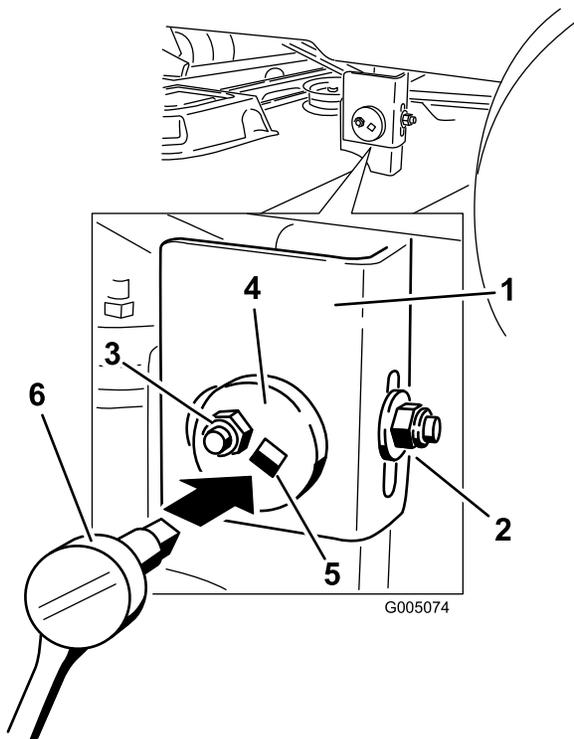

Figure 42
7. Du côté gauche de la machine, desserrez sans le retirer, l'écrou de blocage arrière sur le support (Figure 42).
8. Desserrez l'écrou de blocage latéral sur le support jusqu'à ce qu'il soit possible d'ajuster la plaque excentrique (Figure 42). Utilisez une clé à douille munie d'une rallonge de 3/8 pouce pour manipuler la plaque excentrique. Utilisez la clé pour repositionner le plateau de coupe à la hauteur voulue.
9. Arrêtez le plateau de coupe et vérifiez sa hauteur, puis serrez l'écrou de blocage latéral sur le support pour fixer cette nouvelle position (Figure 42). Serrez l'écrou de blocage arrière sur le support.